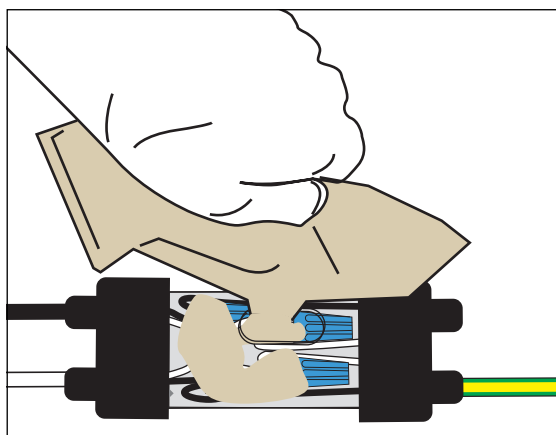

Figure 11. Versement de produit d'étanchéité dans le manchon
9. Coupez un coin du sachet et poussez lentement le produit d'étanchéité dans l'emplacement ouvert des manchons, jusqu'à ce que les capuchons de connexion soient entièrement immergés dans le produit d'étanchéité. Arrêtez juste avant que le manchon soit rempli. Ne versez pas une quantité excessive de produit d'étanchéité (voir Figure 11).